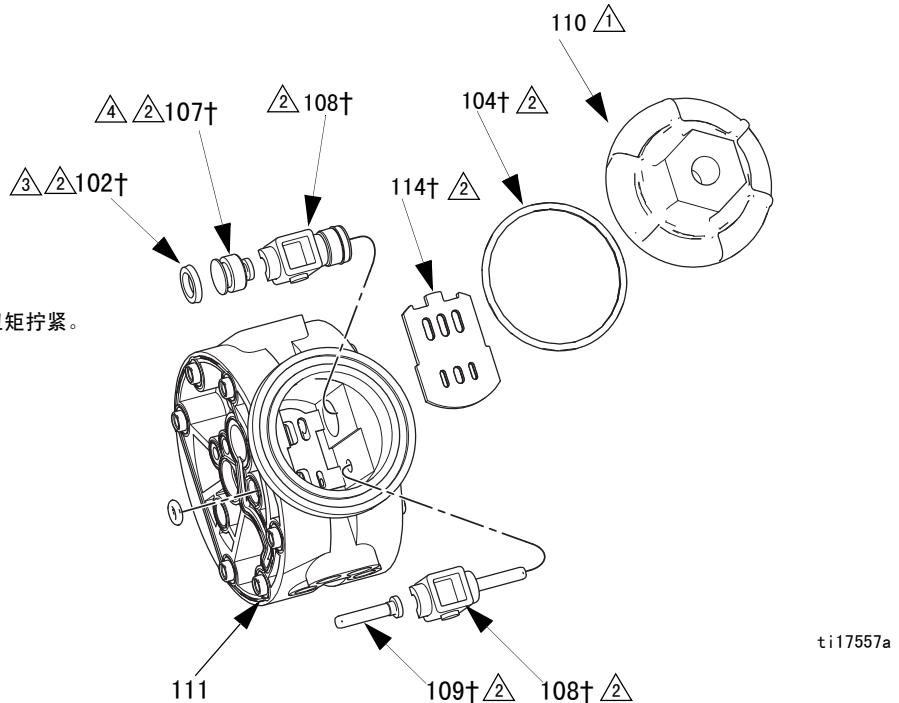

图 5. 拆卸 / 重新组装空气阀
① 用 80-100 英寸磅 (9.0-13.6 N·m) 的扭矩拧紧。
② 使用合适的防水卫生润滑剂（例如 Graco PN 111265）。
③ 唇缘必须面向托架活塞较小的端头。
④ 较小的端头必须面向中央机壳的中心。安装前，对中央机壳的孔进行润滑。
6. 对阀板 (114) 的研磨表面进行润滑，并且在安装时研磨表面朝上。
7. 润滑和安装托架引脚 (109)。
8. 安装托架 (108)。确保托架与托架引脚 (109) 的夹子两端啮合。
9. 润滑中央机壳的孔 (111)，然后安装托架活塞 (107) 上的 U 型圈 (102)，U 型圈面朝较小的一端。
10. 将托架活塞滑入孔内，较小的端头面朝中央机壳 (111) 的中心。参见 图 5。
11. 润滑并安装 O 型圈 (104) 到顶盖 (110)。
12. 将盖 (110) 拧入中央机壳。用 80-100 英寸磅 (9-13.6 N·m) 的扭力拧紧。